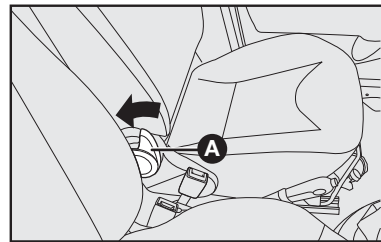

fig. 10
ACESSO AOS BANCOS TRASEIROS (versões com 3 portas - fig. 10)
- Acionar a alavanca A-fig. 10 conforme a seta, mantendo-a acionada e rebater o encosto para frente até atingir o final de curso.